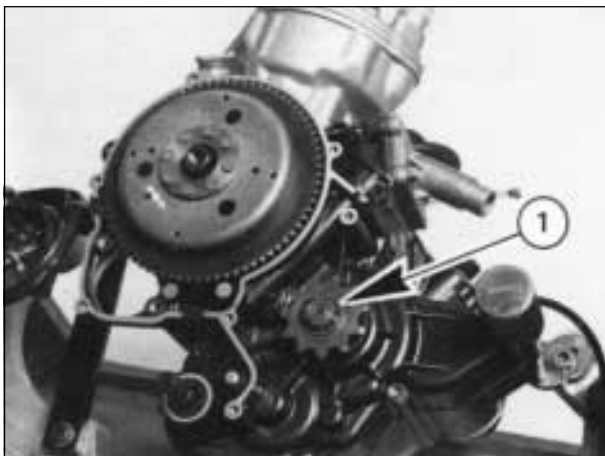

Fig. 1
- 3) **TOGLIERE** il pignone catena rimuovendo l'anello seeger (1 - Fig. 1) usando una pinza per anelli poi sfilare il pignone manualmente e togliere l'altro anello seeger posto sotto il pignone.
- 3) **REMOVE** the sprocket drive removing the seeger ring (1 - Fig. 1) using ring pliers then slip off the sprocket drive by hand remove the other seeger ring placed under the sprocket drive.